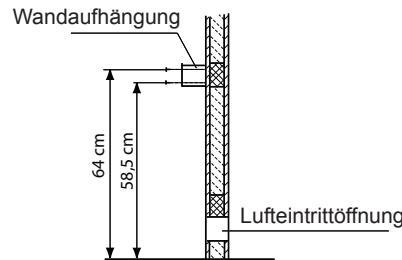

Abb. 2
1. Wandhalterung gemäß Abb. 2 + 3 mittig über der Lufteintrittsstellung mit den beigelegten Spanplattenschrauben an der Kabinenwand festschrauben.